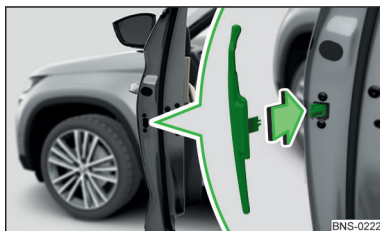

Fig. 55
- ▶ **Montați** o nouă baghetă de protecție în canale, urmărind sensul săgeții » fig. 55.